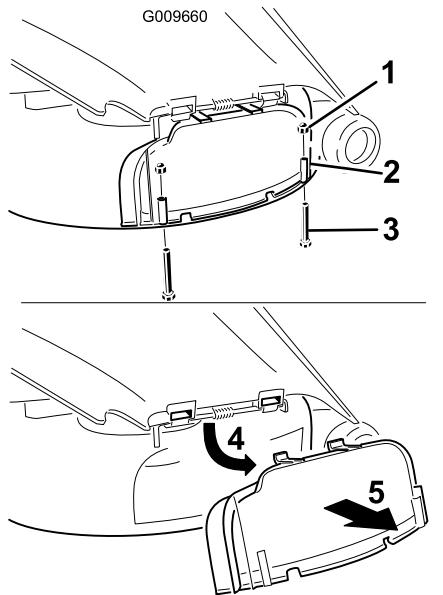

Figura 24
3. Rimuovete i due 2 bulloni e dadi che fissano il coperchio dello scarico al tosaerba (Figura 24).